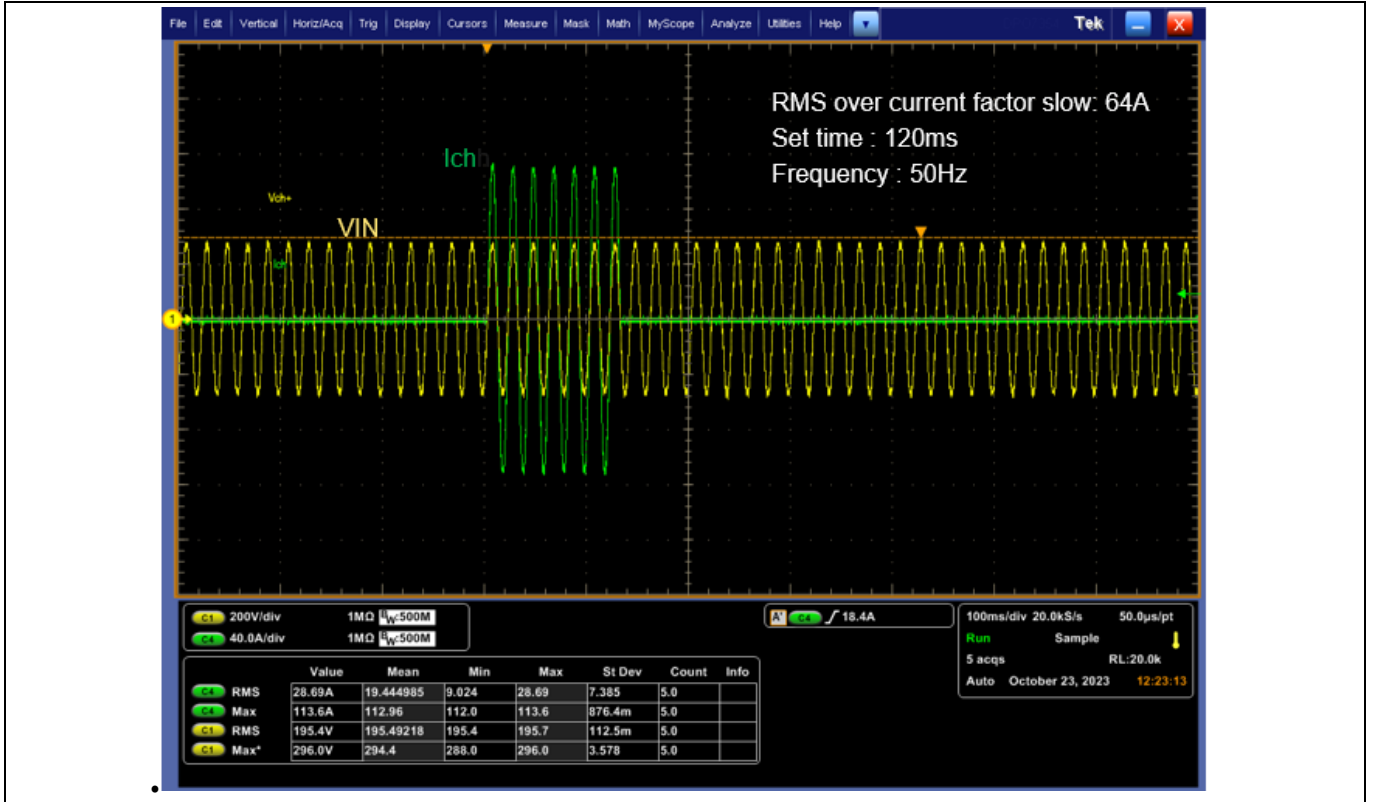

图 21 OVL low 测试
- OVL low: 当 I_{ch} 超过设定时间内的 RMS overcurrent factor slow 时，错误标志就会锁存。在交流系统中，关闭通道的周期数可计算为 (set_time * 频率 + 0.5 或 1)，请参考图 21 的测试结果。